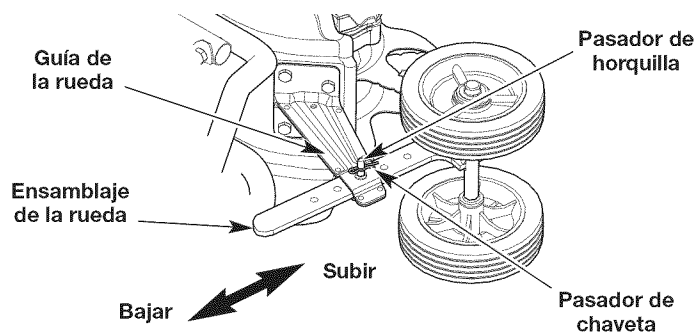

Fig. 1
1. Apoye la unidad sobre un costado (Fig. 1).
2. Inserte el ensamblaje de la rueda dentro de la guía de la rueda. La sección curvada en forma de J debe mirar en sentido contrario a la unidad (Fig. 1).
4. Coloque el pasador de horquilla a través de los orificios alineados (Fig. 1).
5. Inserte el pasador de chaveta a través del orificio en el pasador de horquilla (Fig. 1).
2. Quite el pasador de chaveta del pasador de horquilla (Fig. 1).
3. Quite el pasador de horquilla del ensamblaje de la rueda y de la guía de la rueda (Fig. 1).
5. Coloque el pasador de horquilla a través de los orificios alineados (Fig. 1).
6. Inserte el pasador de chaveta a través del orificio en el pasador de horquilla (Fig. 1).